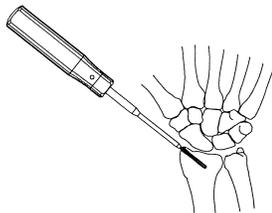

図7
- 1) 六角 1.5 中空ドライバーにてスクリューを抜去します。(図7)